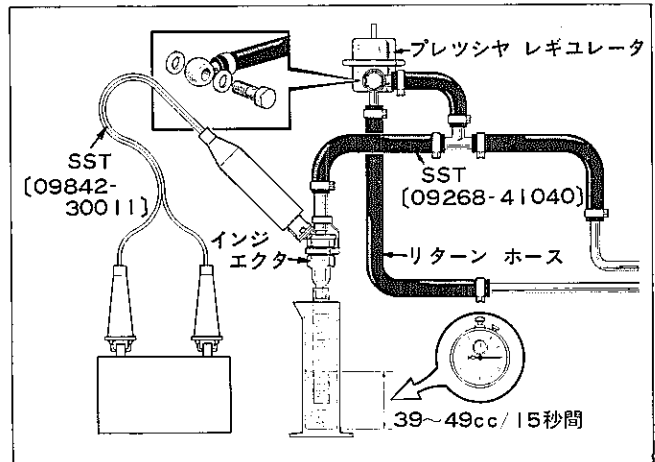

図3-2-35 インジェクタ噴射量点検
- (4) イグニション スイッチをONの状態短絡用端子を短絡しフューエル ポンプを作動させ 燃圧をかける。
- (5) 図3-2-35のように結線して噴射量の点検を行なう。